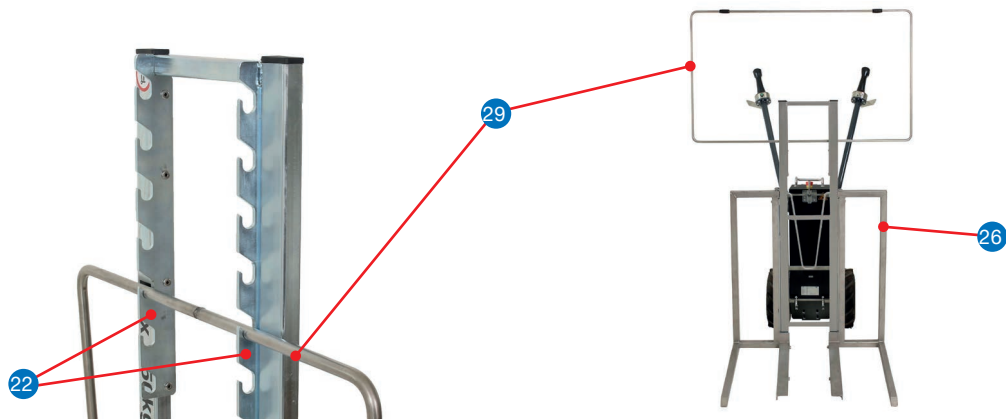

Abb. 26) In Aufnahme **22** eingehängter Sicherungsbügel **29**
5. Sicherungsbügel **29** in Aufnahme **22** einhängen (Abb. 26).